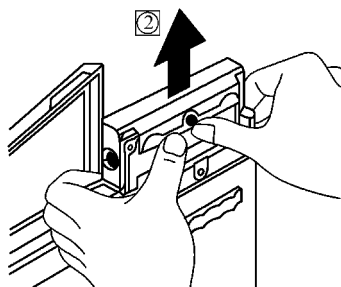

图 6-6 移出硬盘
(2) 然后用双手的大拇指顶住硬盘连在一起的塑料盖，按箭头“②”所示的方向即可移出硬盘，如图 6-6 所示。